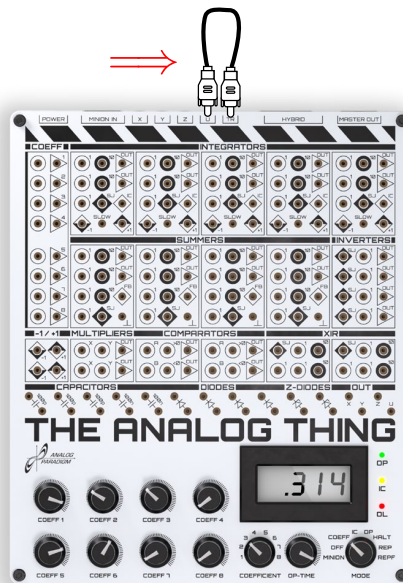

Figura 1: Conector RCA
- Conecte el cable RCA blanco a las señales TR (trigger) y U del THAT como se muestra en la figura 1.